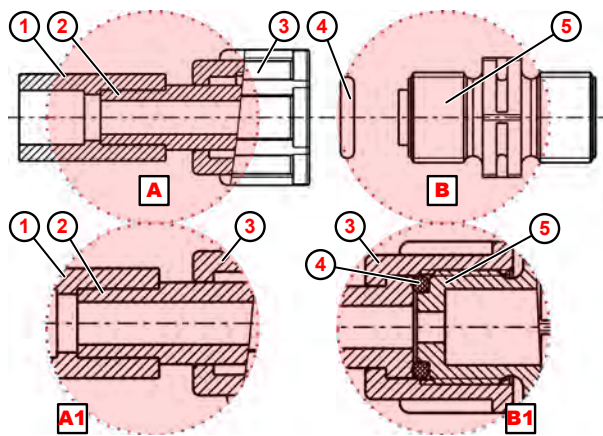

Fig. 20: Collegamento del tubo con connessione saldata
1. ➤ Saldare la connessione saldata (Fig. 20 , ①) con il collegamento sul posto.
2. ➤ Inserire l'O-Ring ④ nel dado della valvola di aspirazione/di mandata ⑤ .
3. ➤ Serrare il il dado per raccordi ③ (dettaglio **B1**).